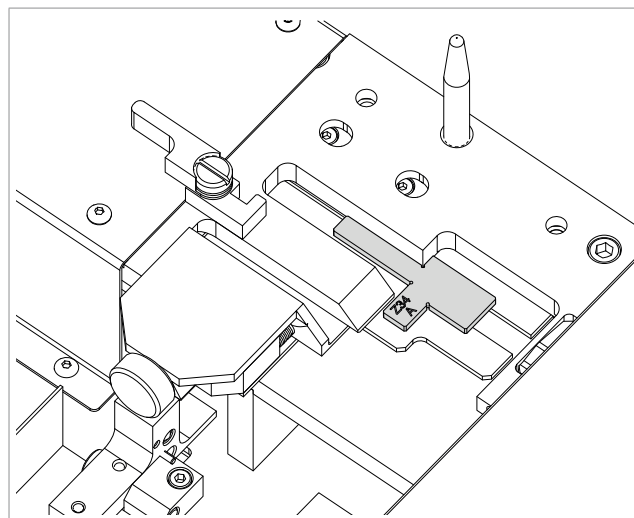

Fig. 136
- 9) Fit the Z34A template to the loader (Fig. 136).